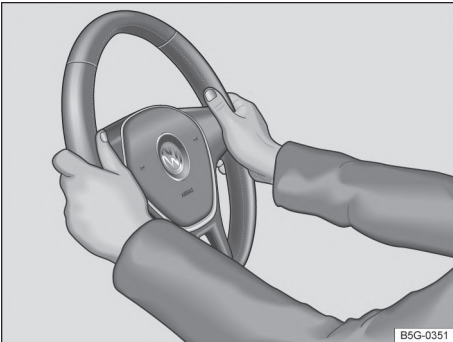

Fig. 64 En el volante: posición 9 y 3 horas.
- Ajustar la ubicación del volante de forma que pueda sostenerlo lateralmente por el borde exterior en las posiciones equivalentes a las 9 horas y a las 3 horas → fig. 64 con ambas manos y los brazos ligeramente doblados.
- Empuje la palanca ① siempre por su mango con firmeza hacia arriba después del ajuste, para bloquear la posición del volante.
- Durante la marcha, siempre sujetar el volante con ambas manos lateralmente en el borde exterior en la posición equivalente a las 9 horas y a las 3 horas → fig. 64, para reducir las lesiones provocadas por un disparo del airbag frontal del conductor.